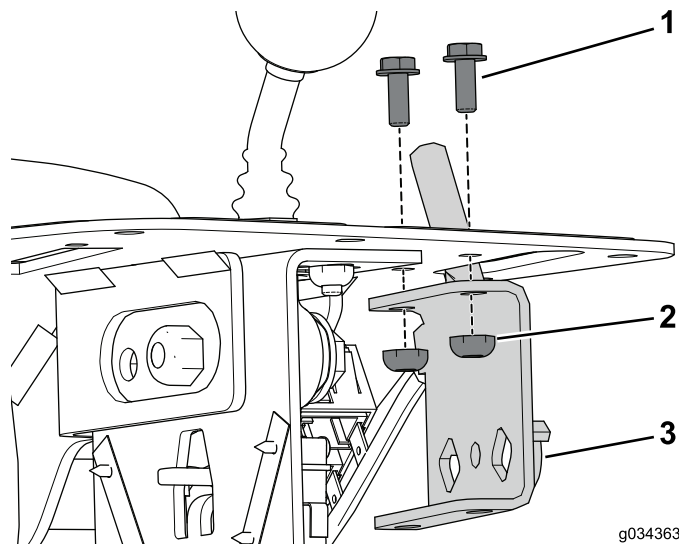

图3
2. 卸下并丢弃将油门总成固定至控制台总成的 2 个螺栓和锁紧螺母（图 3）。